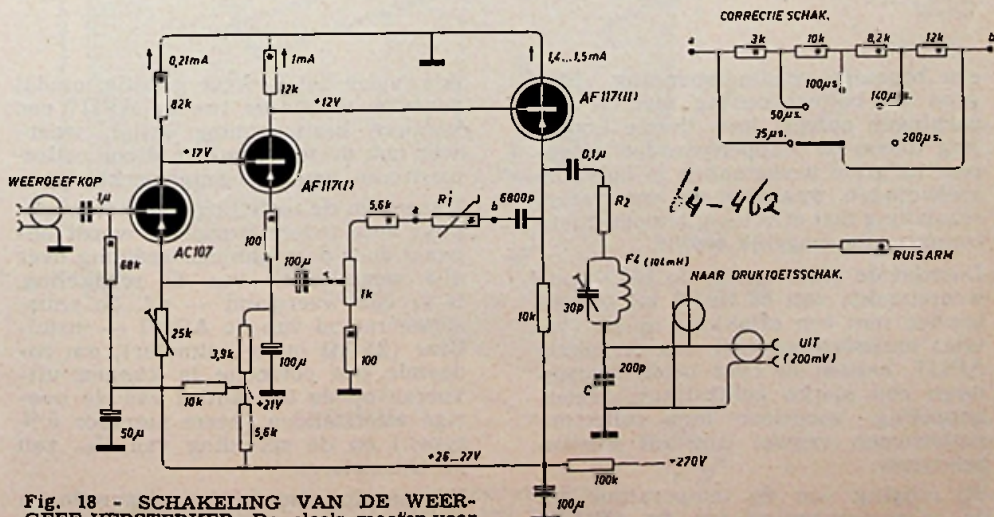

Fig. 18 - SCHAKELING VAN DE WEERGEEF-VERSTERKER. De elco's moeten voor een werkspanning van tenminste 30 V zijn berekend.
blemen, alsmede die van microfonie, hebben wij geheel omzeild door de weergeefversterker met transistoren uit te rusten. De schakeling is gegeven in fig. 18 en de praktische uitvoering is te zien in de fig. 19 en 20. In de ingangstrap is een AC107 toegepast, welk (Philips)-type een zeer kleine ruisfactor bezit (ca. 3 dB), terwijl voor de volgende twee trappen het r.f. type AF117 (is thans verkrijgbaar in kleiner huis onder type-no. AF127) werd gekozen wegens zijn grote stroomversterkingsfactor (150) en mede, omdat l.f. transistoren bij de hoge audiofrequenties reeds aanzienlijke fazedraaiing veroorzaken, hetgeen bij sterke tegenkoppeling over een aantal trappen tot moeilijkheden leidt. Aangezien wij bij dit ontwerp niet gebonden waren aan